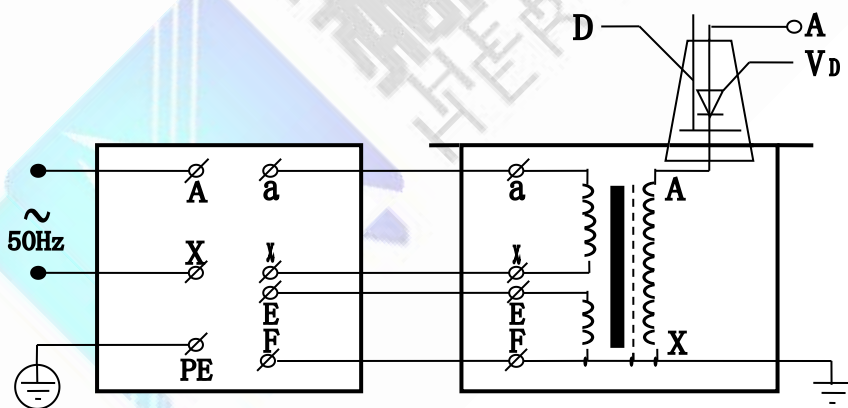

图 4：单台 YDJZ 交直流工频耐压试验装置原理图
2、单台 YDJZ 工频耐压试验装置的工作原理图见图 4，图中高压套管中装有高压硅堆，串接在高压回路中作半波整流，以获得直流高电压。当用一短路杆将高压硅堆短接时，可获得工频高电压，作为交流输出状态；取消短路杆时，作为直流输出状态。